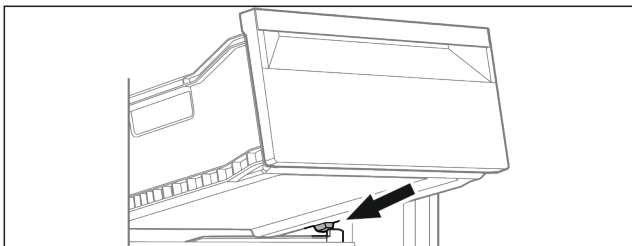

Fig. 20
- ▶ Lade schuin achter de stoppers op de containerrib plaatsen Fig. 20 ().